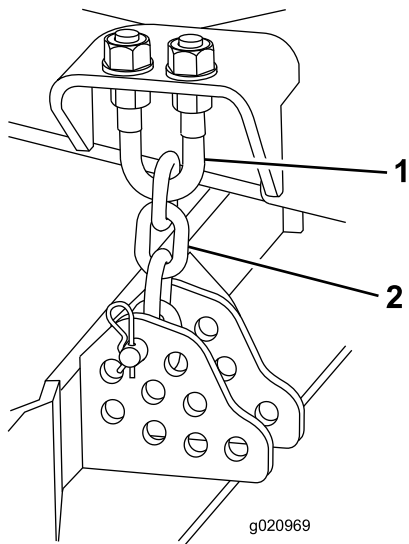

Bild 109
4. Entfernen Sie den Splint und den Lastösenbolzen, mit denen die Schnitthöhenkette an der Rückseite des Mähwerks befestigt ist (Bild 109).